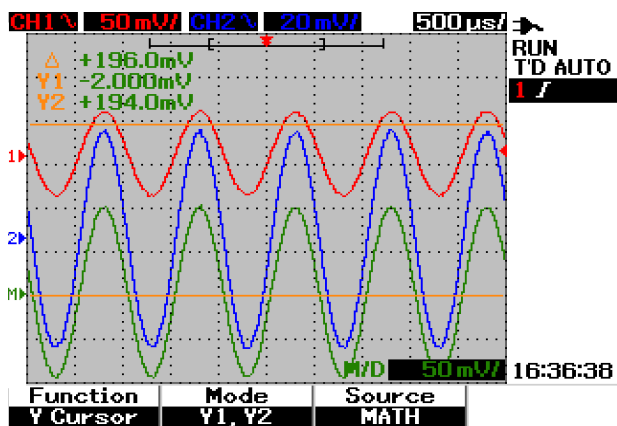

Figura 3-36 Função matemática da medição com o cursor Y
- 6 Na Figura 3-36, a função matemática está selecionada e o resultado é exibido na parte direita superior da área de exibição da forma de onda.